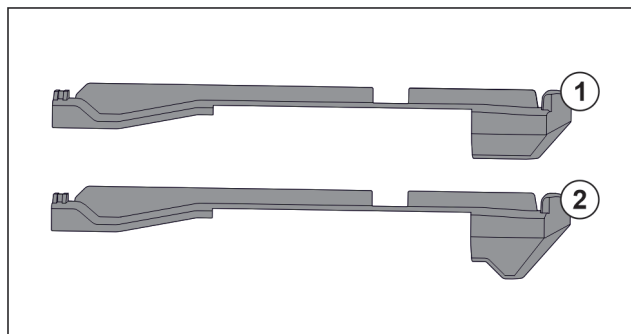

Fig. 108 Primerjava natičnih nastavkov
V napravi sta dva različna natična nastavka. Natični nastavek nad povsem spodnjim predalom Fig. 108 (2) ima trikotni rob. Vsi ostali natični nastavki Fig. 108 (1) imajo raven rob.
- ▶ Natični nastavek Fig. 108 (2) s trikotnim robom namestite nad povsem spodnjim predalom.
- ▶ Natični nastavek Fig. 108 (1) z ravnim robom namestite na vsa preostala mesta.